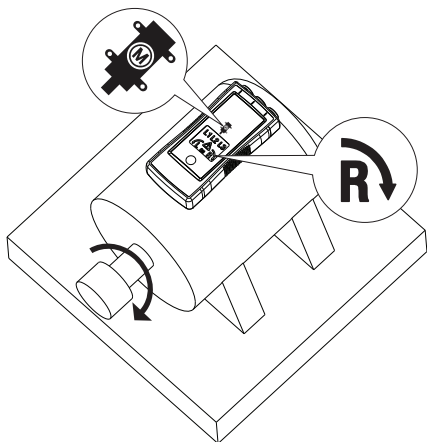

Figura 2: Rotación del motor
2. Coloque el medidor PRM-6 en el motor de forma tal que quede paralelo a la longitud del eje del motor. El sensor del medidor deberá estar en el centro de los bobinados del motor. El medidor deberá estar lo más cerca posible del motor. Consulte la figura 2.